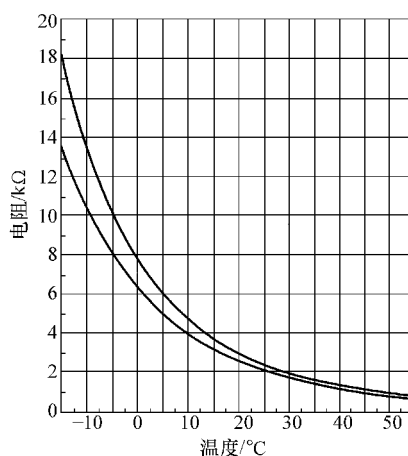

图 7-37 温度传感器电阻值
5) 使用万用表检查车内温度传感器电阻值变化, 如图 7-37 所示。电阻值是否在规定范围内?
5) 使用万用表检查蒸发器温度传感器电阻值变化，如图 7-37 所示。电阻值是否在规定范围内？